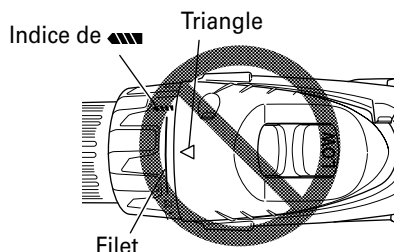

Fig. 10
- N'utilisez pas l'outil avec le sélecteur de débrayage positionné entre le chiffre "22" et la ligne au centre du symbole du foret "▲", vous risqueriez de l'endommager (Voir Fig. 10).